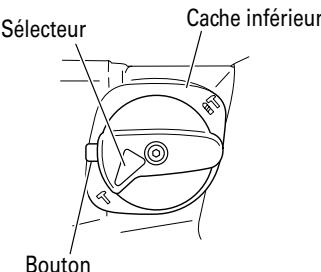

Fig. 7
- Aligner ▲ du levier de sélection sur **T** du support de levier comme indiqué sur la Fig. 7.